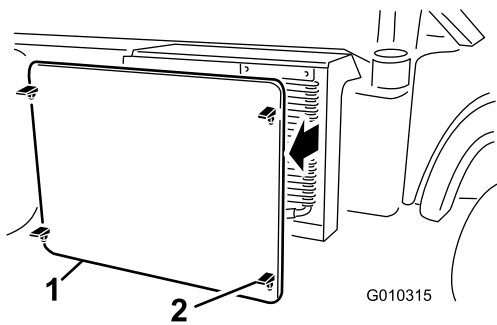

図 31
3. ラジエータスクリーンのラッチを外して、ラジエーター前面から外す 図 31。